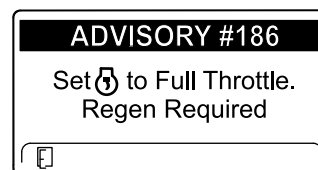

Bild 41
**Hinweis:** Wenn die Auspufftemperatur zu niedrig ist, wird im InfoCenter ADVISORY#186 (Bild 41) angezeigt, um Sie zu informieren, dass Sie den Motor auf Vollgas (hoher Leerlauf) eingestellt haben.